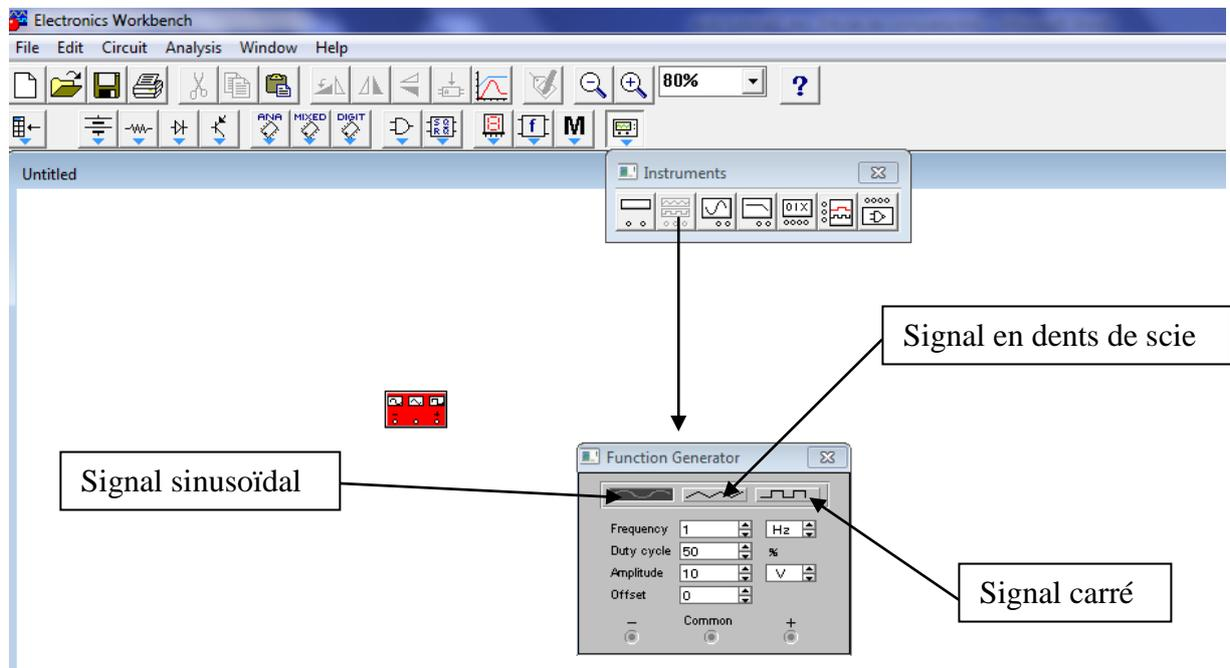

Figure -14
N.B : en ce qui concerne la source d'alimentation sinusoïdale, on peut utiliser le générateur de fonctions disponible dans la barre d'outils (**Instruments**, figure -14) tout en indiquant l'amplitude du signal, la fréquence et l'offset (composante continue)